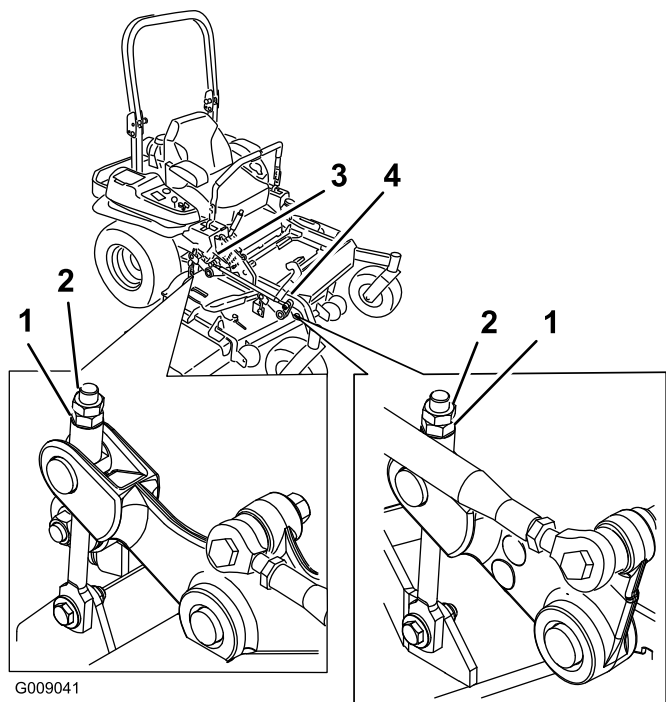

Figure 86
10. Ajustez précisément le serrage de l'écrou de réglage sur l'ensemble de relevage du tablier avant (Figure 86).
16. Ajustez précisément le serrage de l'écrou de réglage sur l'ensemble de relevage du tablier avant (Figure 86).